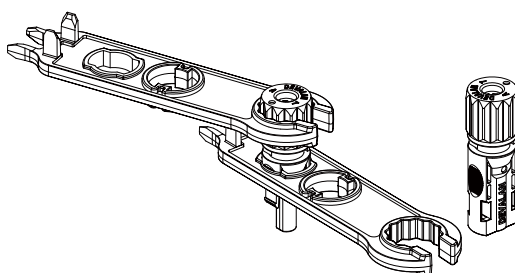

Figura 5.5 Conector com Porca Aparafusada
- c. Insira o pino de contato na parte superior do conector e aperte a porca cega na parte superior parte do conector. (conforme mostrado na figura 5.5).